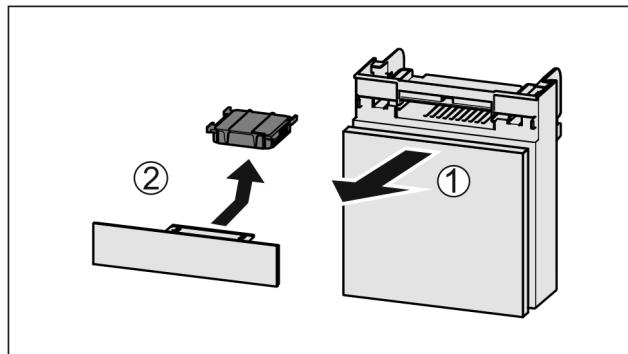

Fig. 116
- Потягніть Fig. 116 (1) відділення вперед.
- Витягнути Fig. 116 (2) фільтр з активованого вугілля.